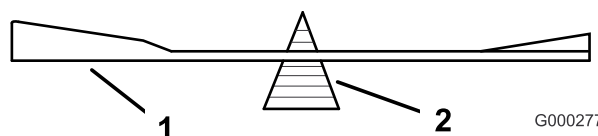
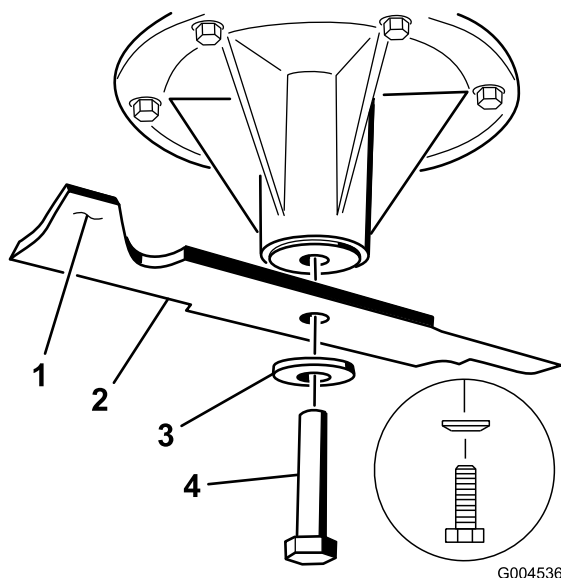

Figure 87
Figure 88
2. Enlevez de l'axe, le boulon, la rondelle bombée et la lame (Figure 88).
2. Vérifiez l'équilibre de la lame en la plaçant sur un équilibreur (Figure 87). Si la lame reste horizontale, elle est équilibrée et peut être utilisée. Si la lame est déséquilibrée, limez un peu l'extrémité de la partie relevée seulement (Figure 88). Répétez la procédure jusqu'à ce que la lame soit équilibrée.
1. Placez la lame sur l'axe (Figure 88).
du boulon (Figure 88). Serrez les boulons des lames à un couple de 115 à 150 Nm.